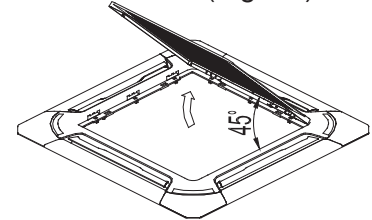

Fig.23
2. Tirare la griglia verso l'alto fino ad un angolo di circa 45 gradi, quindi rimuoverla. (Fig. 23)